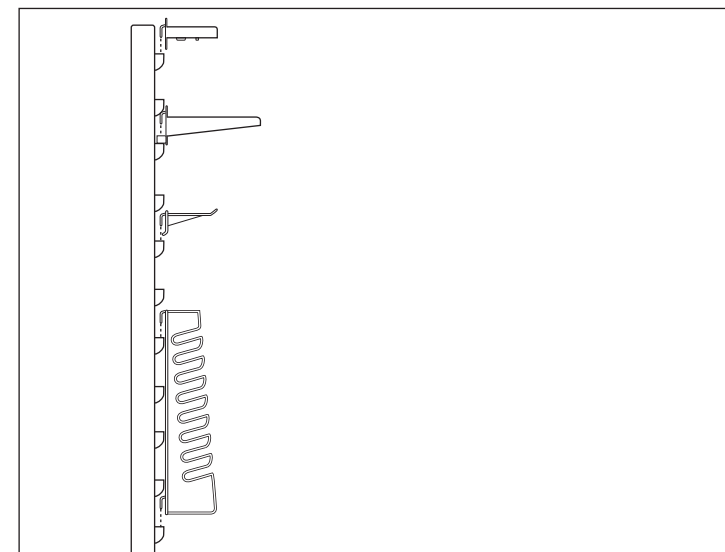

Fig. 4
- Insérez les crochets par le haut dans l'emplacement (cf. Fig. 4).
- Insérez l'embout et le porte-foret de telle manière par le haut dans les emplacements que les deux crochets s'enclenchent dans les panneaux muraux (cf. Fig. 4).
- Insérez le porte-outil de telle manière par le haut dans les emplacements que les deux crochets s'enclenchent dans les panneaux muraux (cf. Fig. 4).
- Insérez la clé polygonale/plate de telle manière dans les emplacements que les deux crochets s'enclenchent dans les panneaux muraux (cf. Fig. 4).